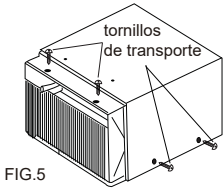

FIG.5
7. Remueva los tornillos de transporte de la parte superior de la unidad, así como los del lados juntos a la base si están instalados (vea FIG.5).